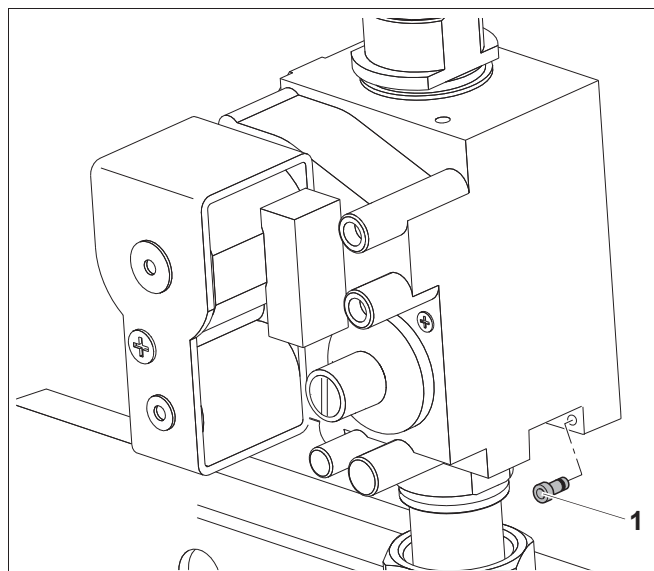

Рис. 47 Монтаж и демонтаж переходника для сжиженного газа
- Вставить переходник для сжиженного газа вместе с уплотнением (рис. 47, поз. 1).
- Вынуть переходник для сжиженного газа (рис. 47, поз. 1).